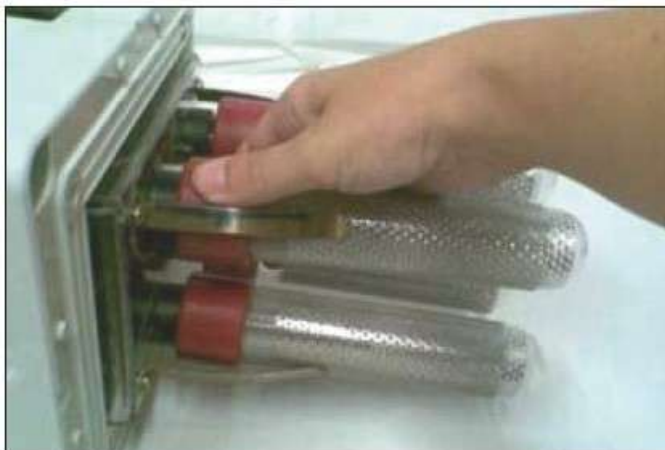
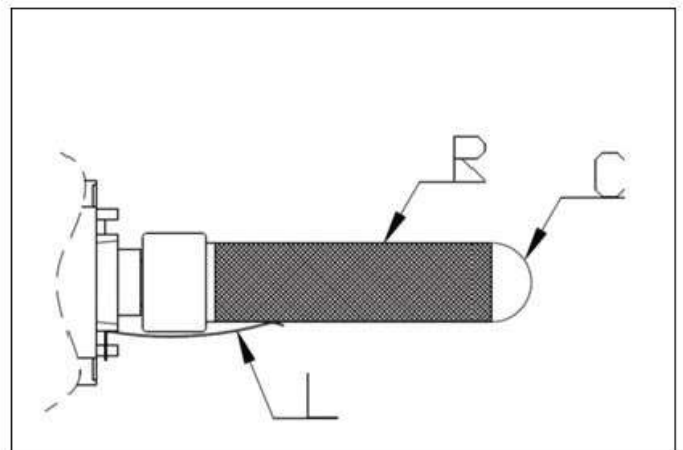

Fig.61
Fig.62
- 4) Svitare delicatamente il condensatore al quarzo (C Fig. 62) agendo sulla bussola in plastica rossa alla base del condensatore (Fig. 61).
- 5) Sfilare la rete (R Fig. 62) esterna al tubo: se l'operazione risulta difficoltosa, ruotare leggermente la rete attorno al condensatore al quarzo.
- 4) Gently unscrew the quartz condenser (C Fig. 62) using the red plastic bushing at the base of the condenser (Fig. 61).
- 5) Remove the mesh (R Fig. 62) from the outside of the tube. If the operation is difficult, lightly rotate the mesh around the quartz condenser.
10) Riposizionare la rete metallica sul condensatore sovrapponendola alla griglia interna e controllare che la linguetta (L Fig. 62) sia a contatto con la stessa e la prema contro il vetro al quarzo del condensatore (C).
10) Reset the metal mesh on the condenser overlapping the inner grill and check the tab (L Fig. 62) is in contact with the metal net and push it against the glass of the capacitor (C).